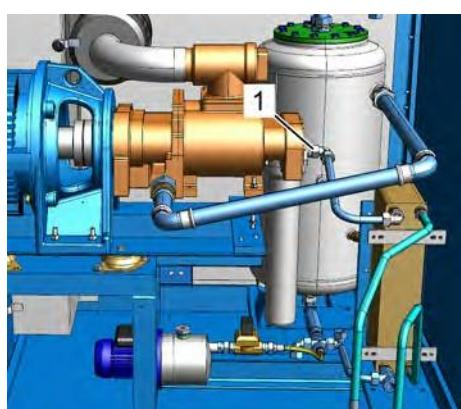

Рис. 46: Соединительная труба фильтра тонкой очистки
9. → Исполнение с водяным охлаждением: Подготовьте приемную емкость, демонтируйте трубопровод между фильтром тонкой очистки и пластинчатым теплообменником (Рис. 46/1) и продуйте его сжатым воздухом, не содержащим масла.